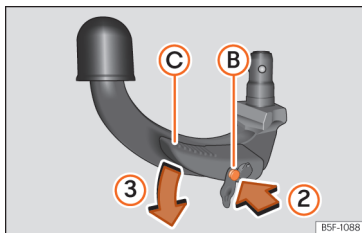

Abb. 253 Schritt 2
- Drücken Sie den Entriegelungsbolzen (B) in Pfeilrichtung ② und gleichzeitig den Hebel (C) in Pfeilrichtung ③ bis zum Anschlag »» Abb. 253.